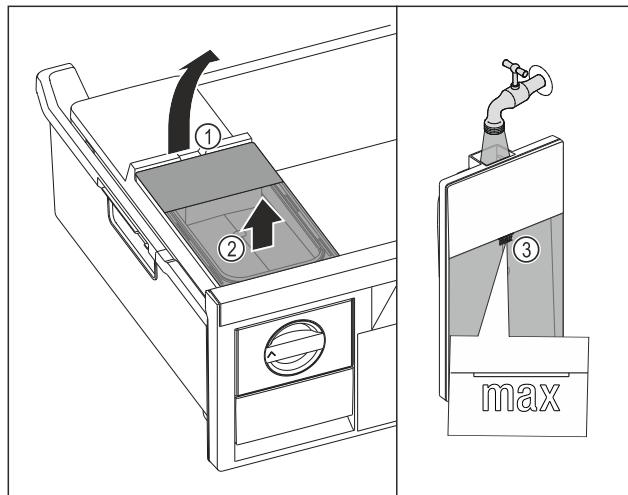

Fig. 97
- ▶ Soulever le réservoir d'eau par l'encoche Fig. 97 (1).
- ▶ Retirer le réservoir d'eau par le haut. Fig. 97 (2)
- ▶ Remplir le réservoir d'eau potable jusqu'au repère Fig. 97 (3).